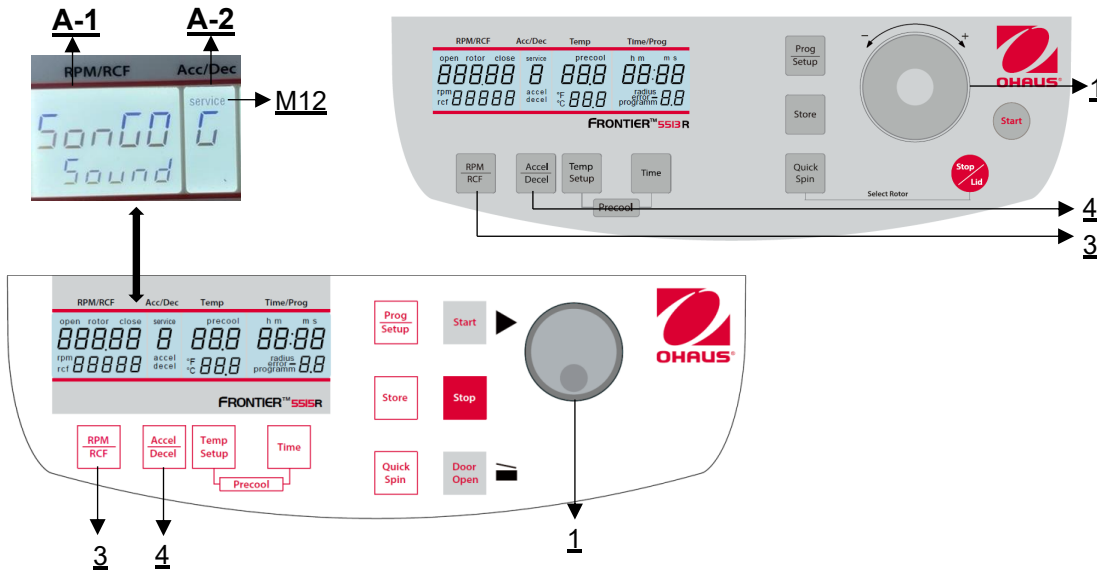

Figura 29
Proceda como se describe en el punto 4.1.1 para entrar en este modo de programación y, a continuación, pulse la tecla **"Acel/Decel"** (4). En la pantalla **"Acc/Dec"** (A-2) parpadea la palabra **"Service"** (M12). Seleccione ahora la letra **"G"** con el botón de ajuste / rueda táctil (1). Como resultado, aparecen las palabras "SonGo/Sound" en la pantalla **"RPM | RCF"** (A-1). Después de pulsar la tecla **"RPM | RCF"** (3) puede seleccionar una canción con el botón de ajuste / rueda táctil (1) (véase la figura 29).